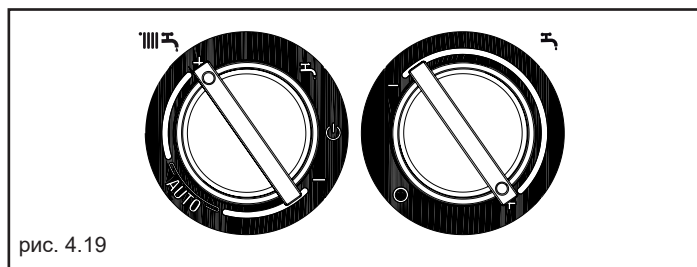

рис. 4.19
- Установите переключатель температуры воды в системе отопления на максимальное значение (рис. 4.19)